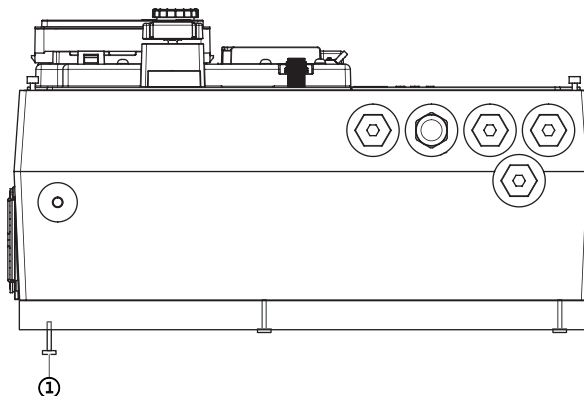

Fig. 116: Adapterlemez meglazítása
6. Lazítsa meg az elektronikamodul alján lévő adapterlemez csavarjait (Fig. 116, 1. pozíció).